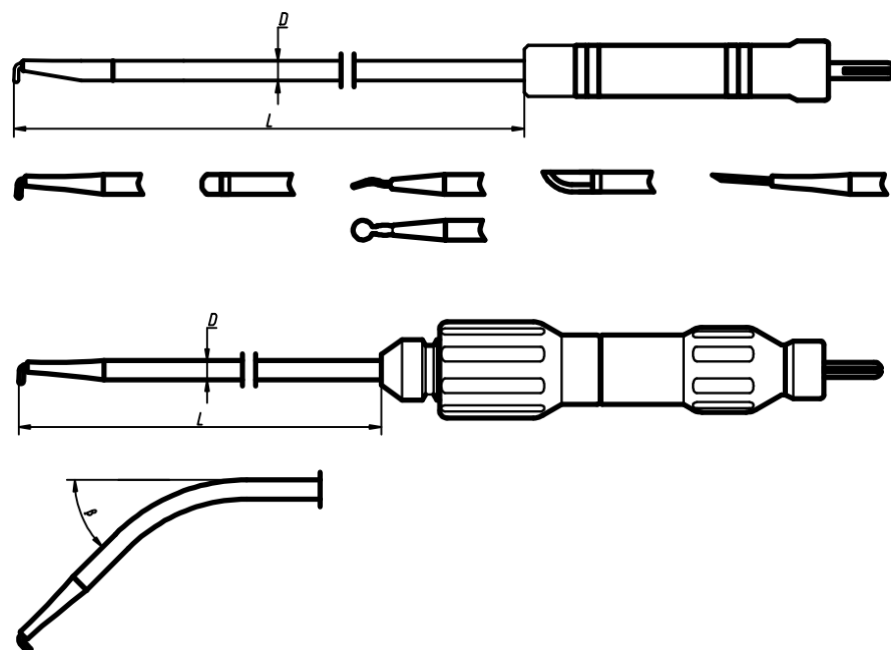

Fig.1 Diagrama da estrutura do Monopolar (Gancho/Sonda/Espátula/Faca/Agulha)
A. A estrutura de contorno e as dimensões básicas do Monopolar (Gancho/Sonda/Espátula/Faca/Agulha) são mostradas na Fig. 1 e na Tabela 1.